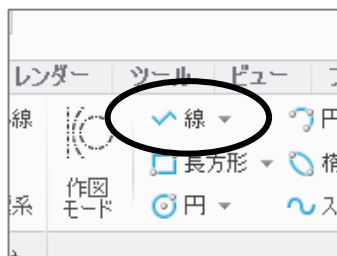
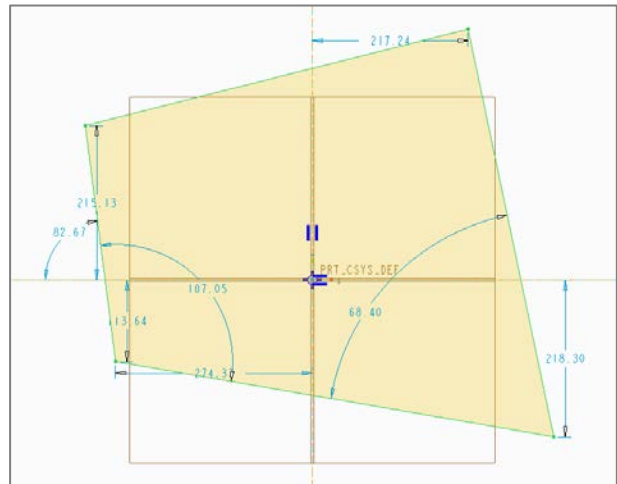

Fig.6 線ツール
Fig.7 四角形
4. Fig.6に示す線ツールを用いて、Fig.7のように適当に四角形を描く。